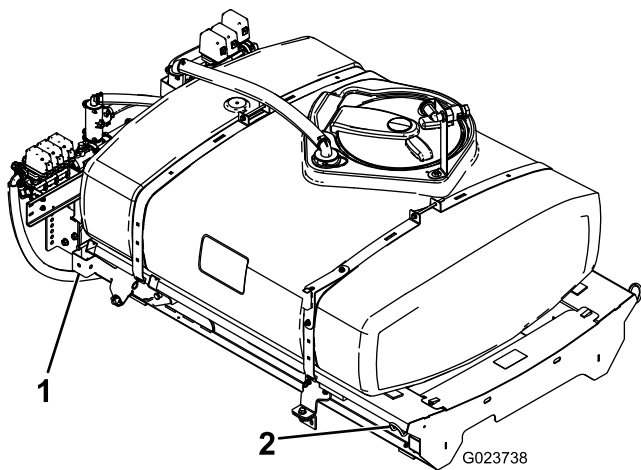

Figure 8
1. A l'aide d'un appareil de levage, soulevez le patin de la cuve (Figure 8) et placez-le au-dessus du cadre du véhicule, en orientant les ensembles pompe et vanne vers l'arrière.